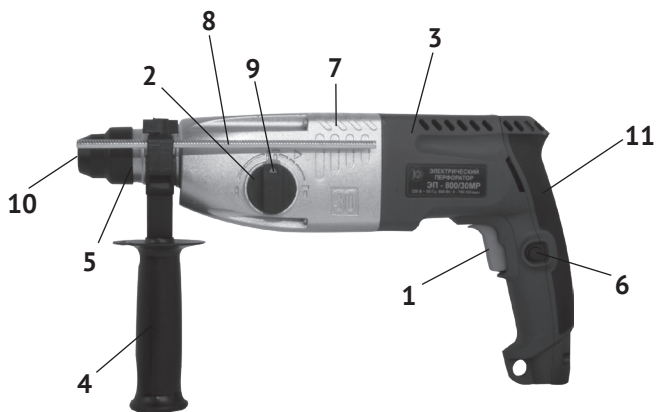

рис. 1
1.6 Общий вид перфоратора представлен на рис.1
1.7 Перфоратор состоит из горизонтально расположенного коллекторного двигателя в пластиковом корпусе (рис.1 поз.3), выполненном заодно с рукояткой. К корпусу двигателя крепится металлический корпус редуктора, в котором расположен механизм, передающий вращательное и возвратно-поступательное движение на рабочий инструмент. Крутящий момент с якоря электродвигателя через шестерни, передаётся на ствол с патроном SDS – plus (рис.1 поз.5), расположенный соосно с двигателем. Тип ударного механизма перфоратора – электропневматический. Эксцентриковый подшипник преобразует вращательное движение якоря в возвратно-поступательное движение поршня. С поршня ударник передаёт энергию удара на ствол с патроном SDS – plus. На корпусе редуктора слева расположен переключатель режимов (рис.1 поз.2) с фиксатором (рис.1 поз.9) в трёх режимах: «сверление» / «сверление с ударом» / «удар».
В зависимости от вида выполняемой работы, в патрон SDS – plus вставляется необходимая насадка (пика, долото, сверло) с соответствующим хвостовиком, или переходник SDS-plus/сверлильный патрон для установки сверлильного патрона, если необходимо работать в режиме «сверление». Дополнительная рукоятка (рис.1 поз.4) хомутом крепится на корпусе редуктора (рис.1 поз.7). Фиксируется рукоятка, закручиванием по часовой стрелке, в любом положении (от 0° до 360°), что удобно пользователю, как «правше», так и «левше».
В отверстие левой части суппорта рукоятки вставляется, при необходимости, стержень-ограничитель глубины сверления (рис.1 поз.8). Он фиксируется в выбранном положении винтом-барашком.
1.8 Клавиша выключателя (рис.1 поз.1) расположена в передней части рукоятки. Включение/отключение инструмента осуществляется нажатием на клавишу выключателя. Силой, приложенной к клавише, регулируется число оборотов и частота ударов перфоратора. Нажатием кнопки (рис.1 поз.6), клавиша фиксируется в рабочем положении с максимальным числом оборотов (максимальной частотой ударов). При повторном нажатии на клавишу, она и кнопка фиксации (со щелчком), возвращаются в исходное положение – выключено.
- работу переключателя режимов работы (рис.1 поз.2) и фиксации его в 3-х
При замене рабочих насадок следите за тем, чтобы колпачок (рис.1 поз.10), защищающий патрон от попадания пыли, не был повреждён.
- вставить стержень фиксации глубины сверления (рис.1 поз.8) в отверстие;
- фиксация клавиши в рабочем положении осуществляется нажатием на кнопку (рис.1 поз.6);
Нажав кнопку (рис.1 поз.9) в верхней части рукоятки (рис.1 поз.2), начните поворот к режиму с условным знаком, приведённым ниже. Отпустите кнопку фиксатора. При достижении выбранного положения, рукоятка зафиксировывается, а кнопка фиксации (со щелчком) вернётся в исходное положение.
- при работе в режиме сверление без удара, переключатель (рис.1 поз.2) установить в положении «сверло». При этом режиме перфоратор может работать с патроном SDS – plus, но, как правило, устанавливается ключевой патрон;
- при работе в режиме сверление с ударом, переключатель (рис.1 поз.2) в положении «сверло с молотком»;
- при работе в режиме долбление, переключатель (рис.1 поз.2) в положении «молоток».
3.2 Для замены щёток необходимо открутить и снять крышку двигателя (рис.1 поз.11). Щётки следует заменять парой для обеспечения равной степени их давления на коллектор якоря.